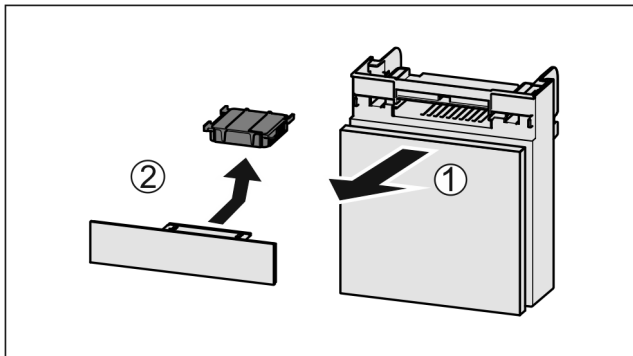

Fig. 172
- ▶ Extrageți Fig. 172 (1) compartimentul către înainte.
- ▶ Scoateți Fig. 172 (2) filtrul de cărbune activ.